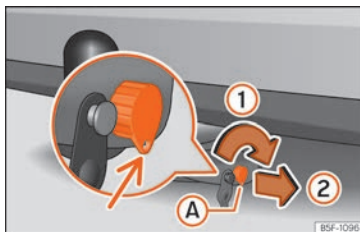
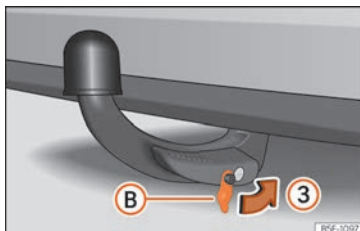

Abb. 268 Schloss sperren
Abb. 269 Abdeckkappe auf das Schloss setzen
- Drehen Sie den Schlüssel **A** in Pfeilrichtung **①**, bis sich der gelochte Teil des Schlüssels unten befindet »» **Abb. 268**.
- Ziehen Sie den Schlüssel in Pfeilrichtung **②** ab.
- Setzen Sie die Abdeckung **B** in Pfeilrichtung **③** auf das Schloss »» **Abb. 269** »» ⚠.